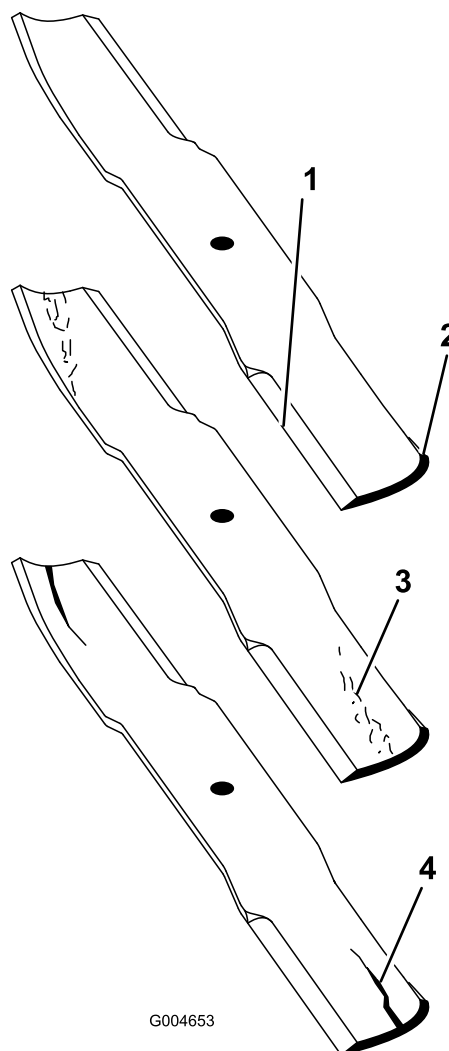

Figura 110
2. Verificate accuratamente i taglienti, con particolare attenzione ai punti d'incontro delle sezioni piatta e curva della lama (Figura 110).
Nota: Sabbia e materiali abrasivi possono consumare il metallo che connette le sezioni piatta e curva della lama, per cui si consiglia di controllare la lama prima di usare il tosaerba. Se riscontrate segni di usura (Figura 110), sostituite la lama.